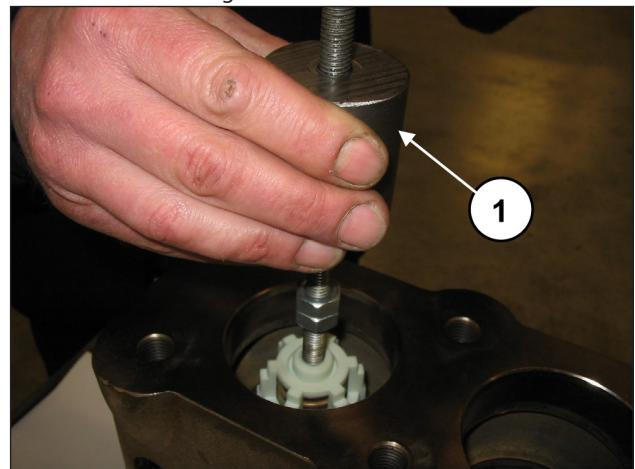

Abb. 110
Entfernen Sie die Druckventilgruppe mithilfe eines Abziehers mit Schlagwerk (Art. 27516400) an der Bohrung M10 der Ventilführung (Pos. ①, Abb. 110) oder, zusätzlich, eines eventuellen Adapters M10-M16 (Art. 25089700) am Gewinde M16 der Ventilführung.